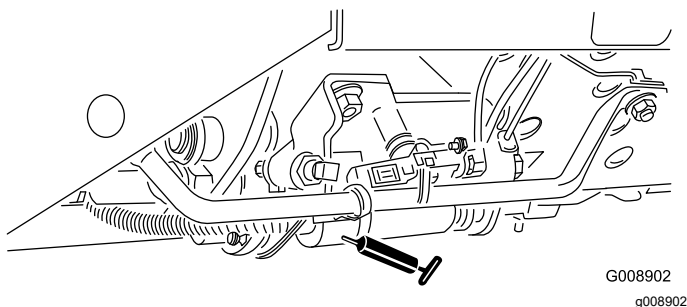

Figura 61
- Patilha Corte/Transporte (Figura 61)